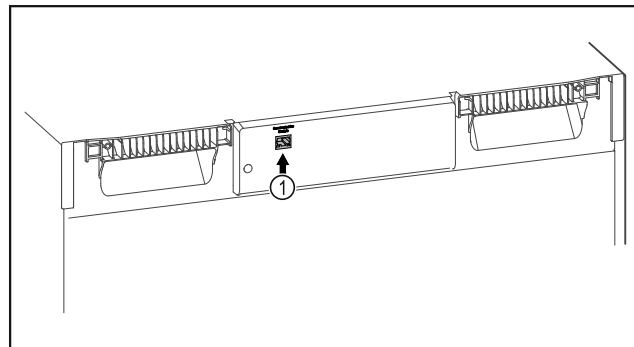

Fig. 154
- SmartModule Fig. 154 (1) установлен.